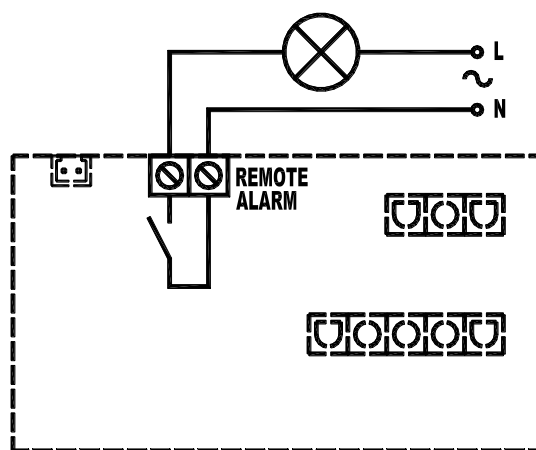

Fig.3
3. Brancher l'avertisseur aux bornes indiquées à la fig.3.